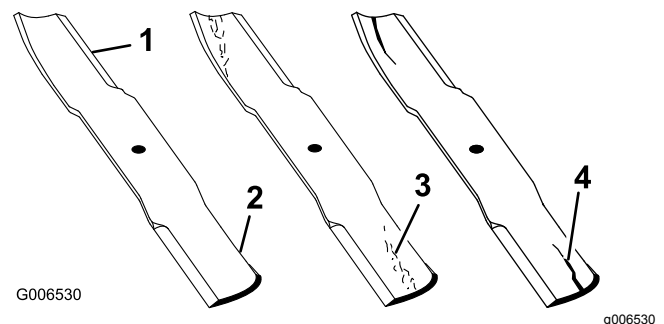

Figura 98
1. Controllate i taglienti (Figura 98).
4. Se notate incrinature, usura o scanalature in questa zona, montate immediatamente una nuova lama (Figura 98).